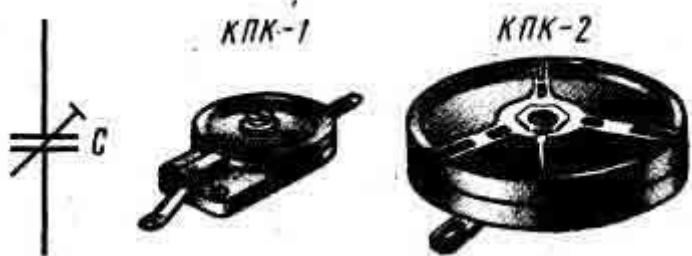

Рис.10 Подстроочные конденсаторы и их (УГО).
**Чаще всего такие конденсаторы используют для подстройки контуров в резонанс, поэтому их называют подстроенными.** Конструкции наиболее распространенных подстроенных конденсаторов показаны на рис. 10. Каждый из них состоит из сравнительно массивного керамического основания и тонкого керамического диска. На поверхность